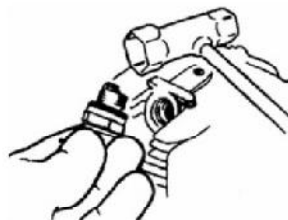

Fig.E15
1. Démontez la bougie à l'aide de la clé (Fig.E15). Si la bougie est sale ou trempée d'essence, nettoyez-la et séchez-la.